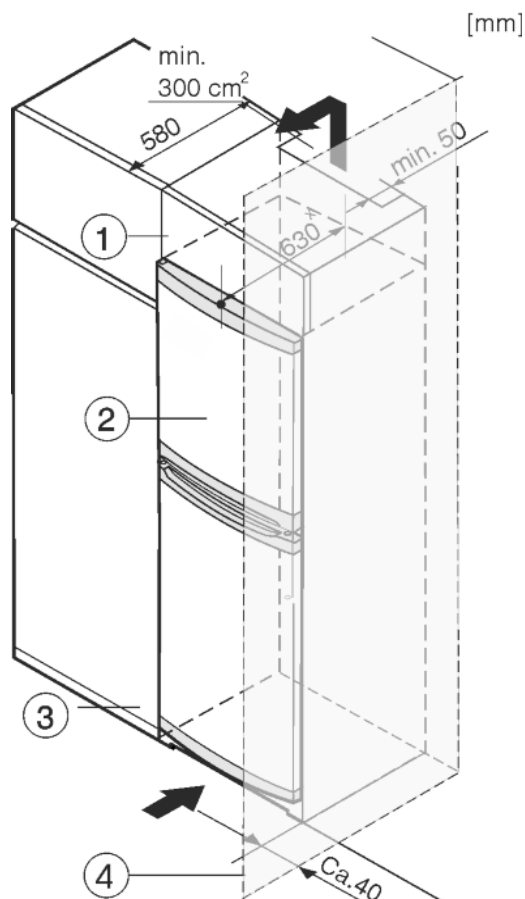

Fig. 7
Het apparaat kan in keukenkasten worden ingebouwd. Om het apparaat *Fig. 7 (2)* aan de hoogte van het keukenblok aan te passen, kan boven het apparaat een opzetkast *Fig. 7 (1)* worden aangebracht.
Bij een ombouw met keukenkasten (diepte max. 580 mm) kan het apparaat direct naast de keukenkast *Fig. 7 (3)* worden geplaatst. Het apparaat steekt aan de zijkant 34 mm \* en in het midden 50 mm \* uit ten opzichte van het keukenkastfront.
Plaatst u het apparaat met de scharnierkant naast een muur *Fig. 7 (4)*, dan moet de afstand tussen apparaat en muur minstens 40 mm bedragen. Dit in verband met het uitsteken van de deurgreep bij een geopende deur.